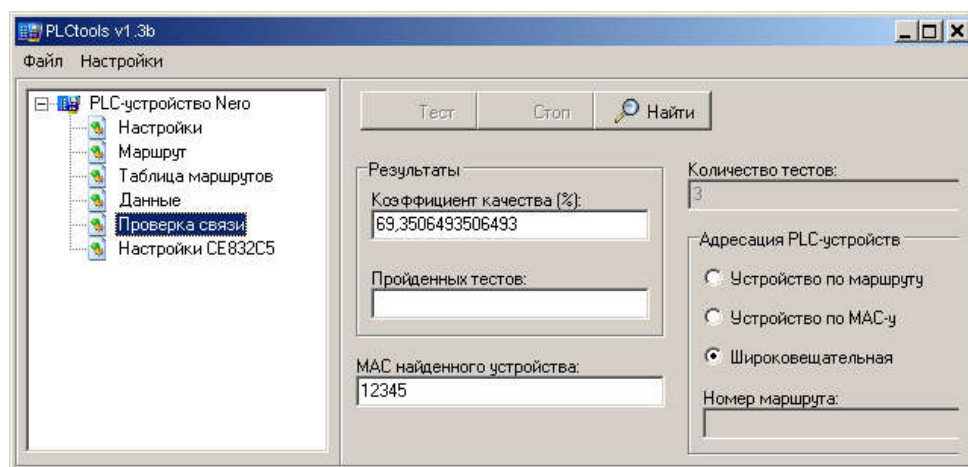

Рисунок 51 – Поиск PLC-устройства
**Примечание** – Если MAC-адрес встроенного в счетчик PLC-модуля неизвестен, то перейти на вкладку «Проверка связи» (рисунок 51). В разделе «Адресация PLC-устройств установить указатель «Широковещательная». Нажать кнопку «Найти», адрес найденного устройства отобразится в поле «MAC найденного устройства».